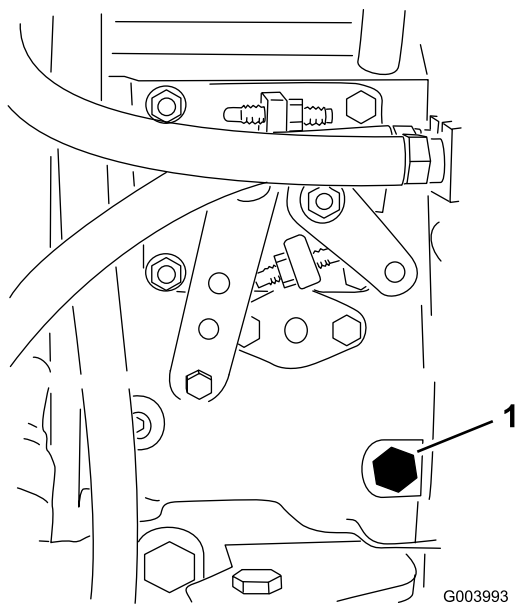

Figure 30
3. Desserrez la vis de purge sur la pompe d'injection (Figure 30) à l'aide d'une clé de 12 mm.